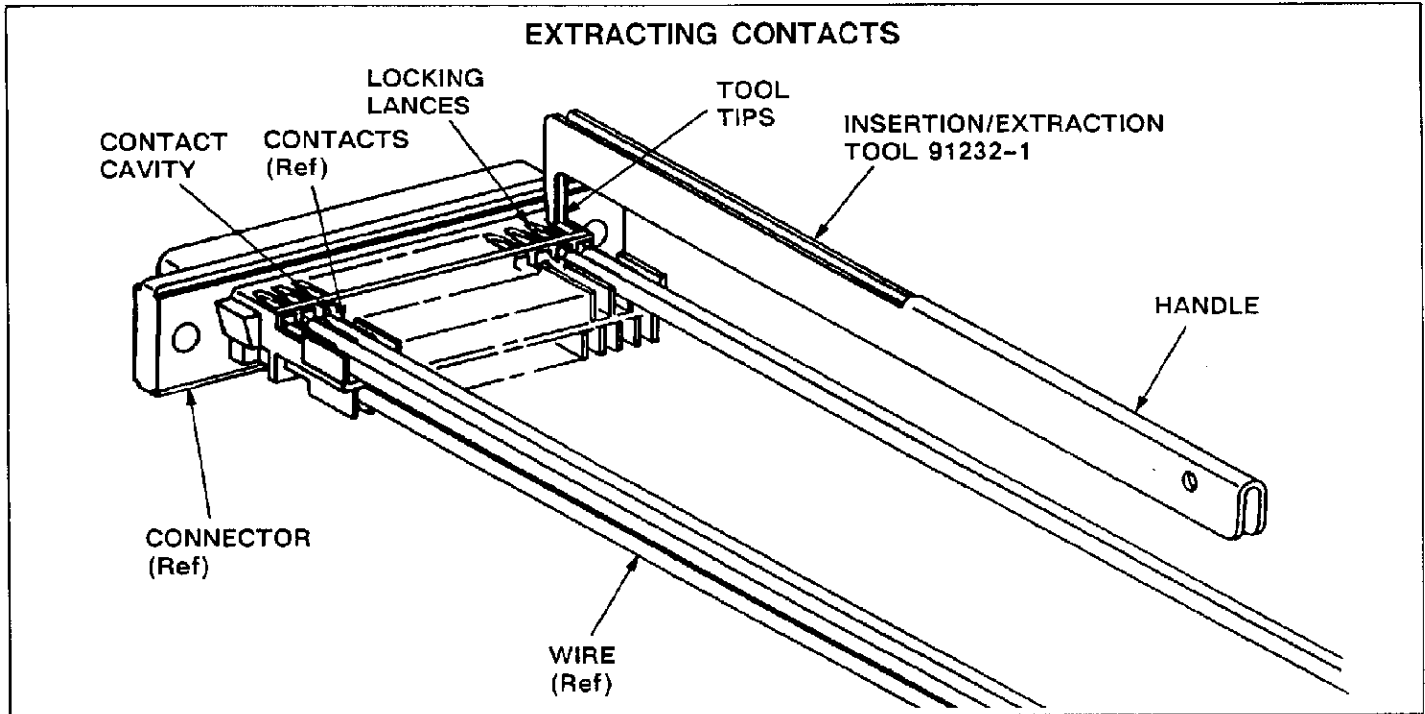

Fig. 2
**3. EXTRACTION PROCEDURE (Figure 2)**